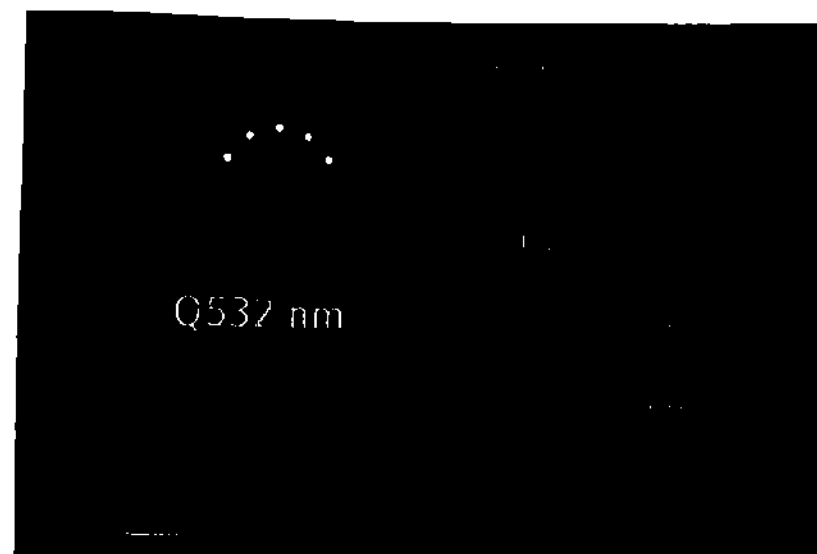

Рисунок 33 – Экран конфигурации («TREATMENT»). Режим Q 532
- Выберите режим Q 532 (рисунок 33), нажав кнопку Q532 (A). В окне (B) появится выбранный режим.
- Установите параметры в окне (C). Выберите в окне (C) требуемый параметр и измените значение кнопками «вверх» и «вниз».